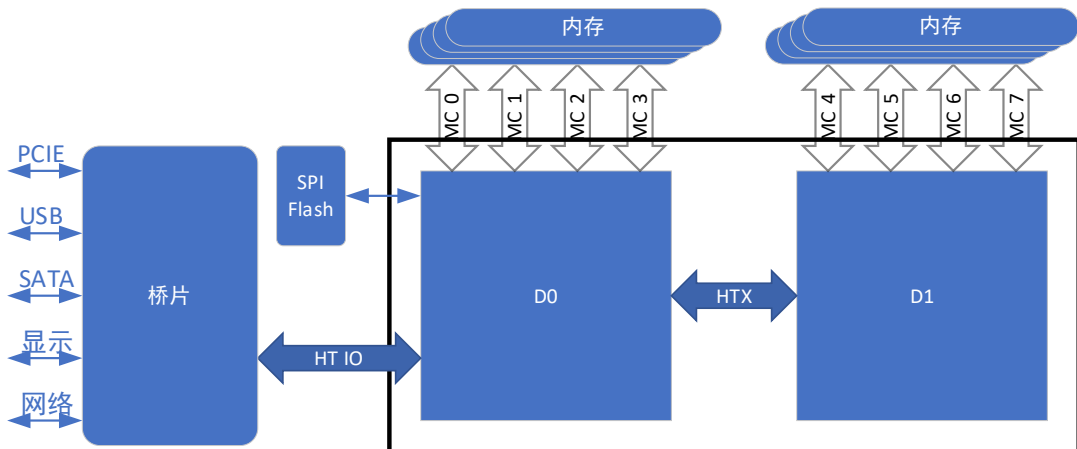

图 1.2 单处理器系统连接
- (1) 单路服务器，龙芯 3D5000 单处理器系统。使用 HT0 接口用于 IO 桥片连接。一种常见的连接方式如图 1.2 所示：